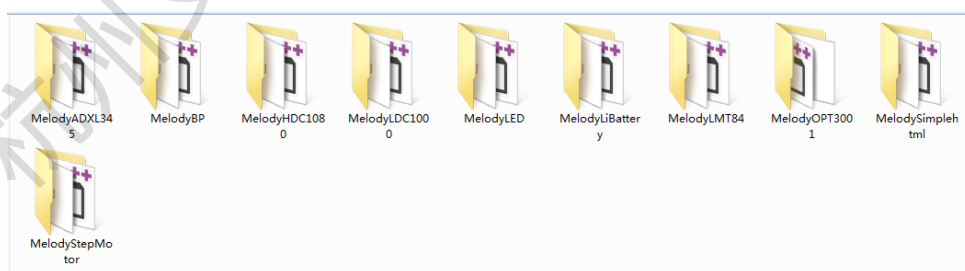

图 2-2 例程文件
3、将解压后所有的文件（即图 2-2 中的所有文件）复制进 **【Energia 安装目录】->hardware->cc3200->libraries** 目录下，如 **【C:\Program Files (x86)\energia-0101E0017\hardware\cc3200\libraries】**；
由图 2-2 例程文件展示的文件中除“MelodySimplehtml”文件夹外，其余文件都对应着一个模块，每个模块的例程在“3 实验套件模块”章节中介绍，每个实验模块均使用 webserver 功能实现网络操作。